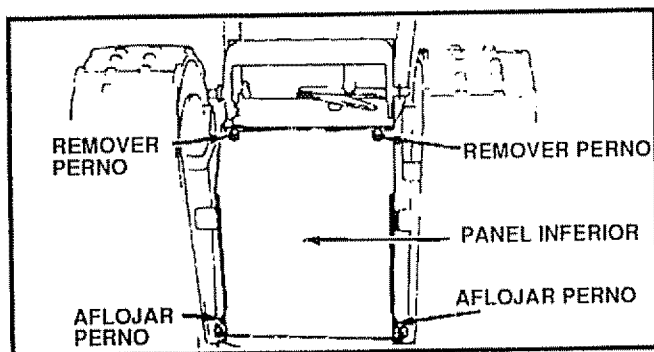
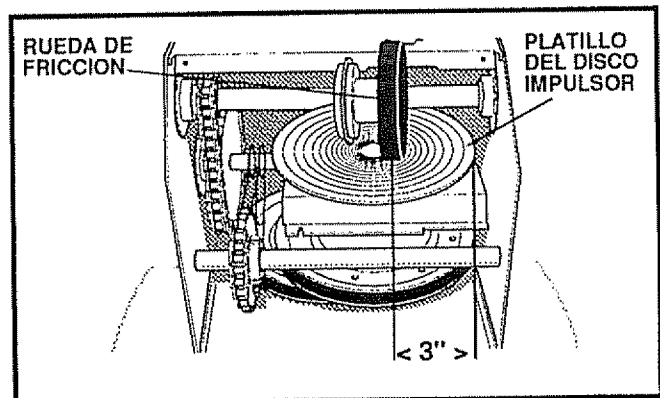

FIG. 31
FIG. 32
- Remueva el panel inferior (Véase Fig 31).
- Coloque la palanca de cambios en primera (1) velocidad hacia adelante
- Note la posición de la rueda de fricción en el platillo del disco impulsor. El lado izquierdo de la rueda de fricción debe estar 3 pulgadas del lado más exterior izquierdo del platillo del disco impulsor (Véase Fig. 32).